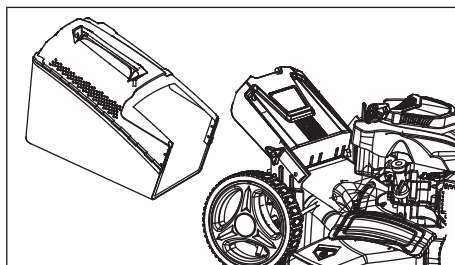

Рис. 3
1. Для установки травосборника необходимо поднять заднюю крышку и зацепить травосборник за выступы на корпусе, как показано на рис. 3.